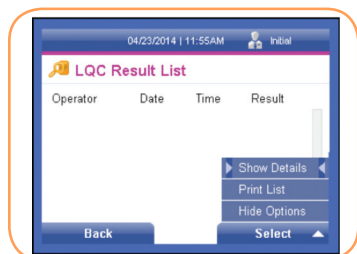

FIGURA 82
1. Desde la pantalla *Lista de resultados CCL*, pulse la tecla programable derecha para acceder al menú Opciones (Figura 82).